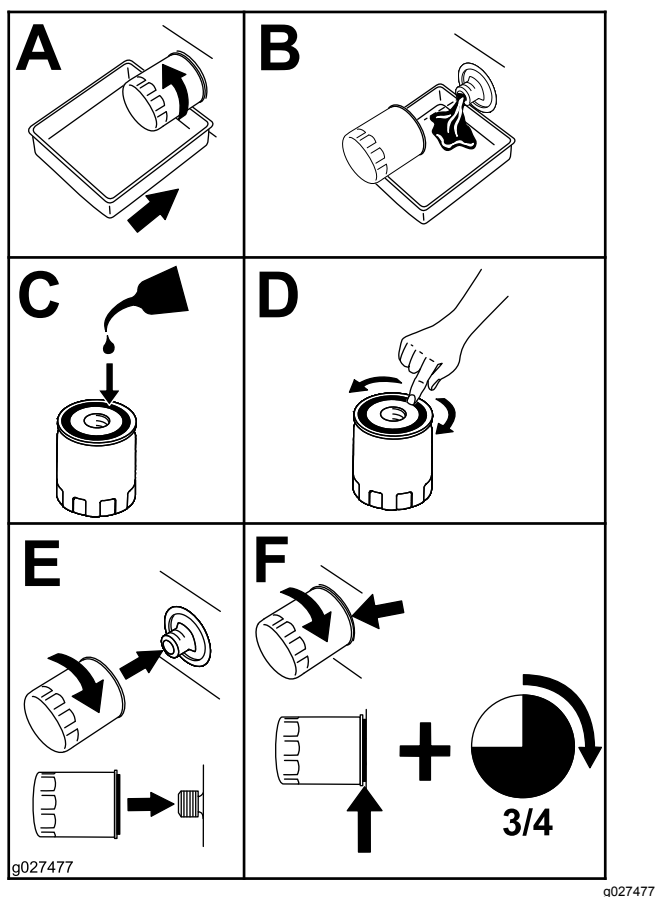

Bild 48
2. Wechseln Sie den Motorölfilter (Bild 48).